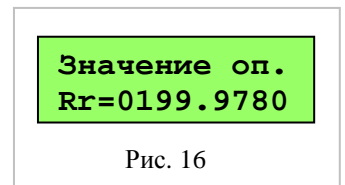

Рис. 16
- на дисплее появится картинка, аналогичная рис. 16.